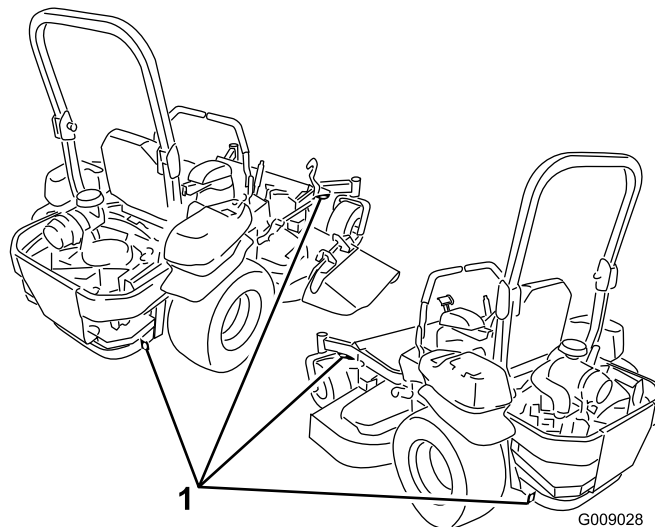

Figura 38
5. Utilice los bucles metálicos de amarre de la máquina para sujetar la máquina firmemente al remolque o al camión con correas, cadenas, cables o cuerdas (Figura 38).